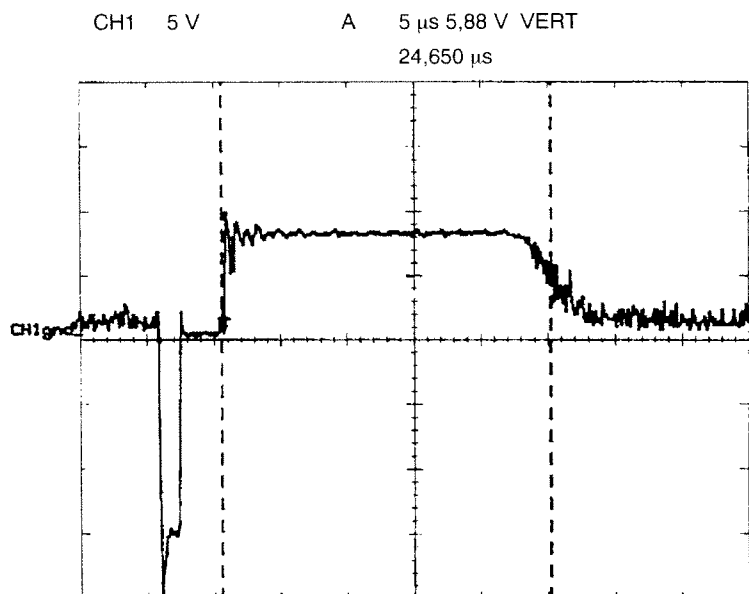

Bild 22.
- Kontrollera med potentiometern för manuell LO-avstämning att max ekolängd min $22 \mu\text{s}$ erhålls vid värdet 5,0 på potentiometerskalan. Se bild 22.